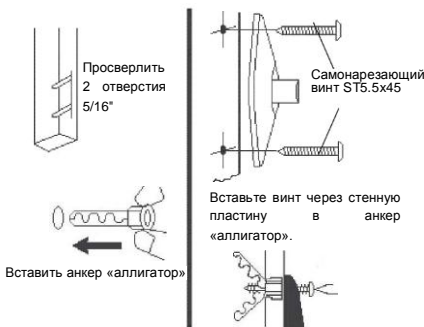

Рисунок 8
- Просверлите отверстия сверлом 5/16" (рисунок 8).
- После сверления отверстий вставьте в них анкеры «аллигатор». Убедитесь, что анкер располагается вровень с поверхностью стены и/или потолка (рисунок 8).